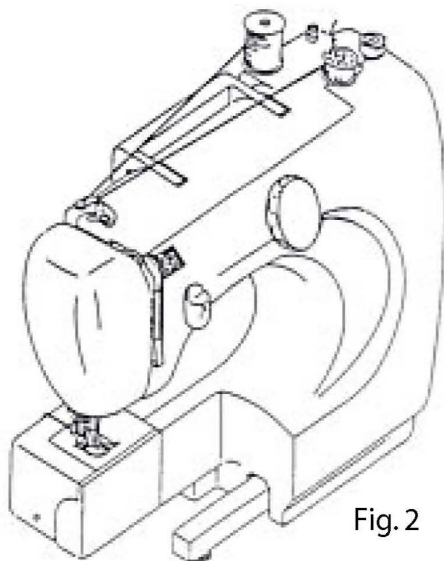

Fig. 2
2. Thread as shown. Fig. 2
2. Enhebrar la máquina como indica el dibujo. Fig. 2
2. Tournez-le comme illustré. Fig. 2
2. Open the hinged latch of the bobbin case and pull the bobbin case out of the machine. (Fig. 2)
2. Abra la palanca del casquillo de la bobina y retírelo de la máquina. (Fig. 2)
2. Ouvrez le levier basculable de la capsule de la canette et sortez-la de la machine. (Fig. 2)
2. Guide the end of thread into the slot. (Fig. 2)
2. Conduzca el extremo del hilo de rosca por la ranura. (Fig. 2)
2. Mettez la fin du fil dans l'interstice. (Fig. 2)